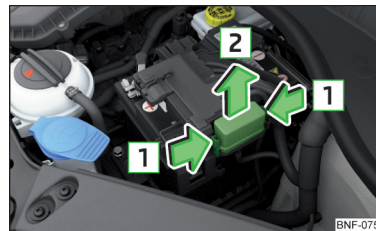

Fig. 169
Sikringerne er placeret under en afdækning ved siden af bilens batteri » Fig. 169.
- Tryk afdækningens låseknapper  » Fig. 169 sammen samtidig.